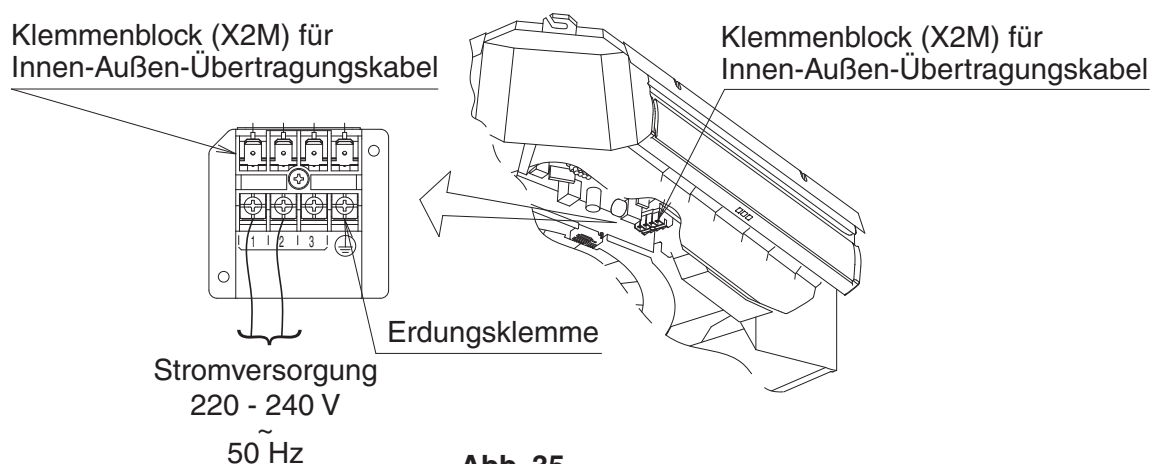

Abb. 35
1. Öffnen Sie den Schaltkastendeckel und schließen Sie die einphasige Spannungsquelle an den Anschluss (1, 2) an der Anschlussleiste (X2M) für die Verbindungskabel zwischen Innen- und Außen-gerät an. Schließen Sie den Erdungsleiter an die Erdklemme an. **(Siehe Abb. 35)**